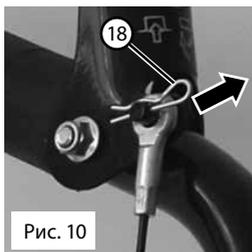

Рис. 10
- Отсоедините трос привода колес от рычага 1, вынув шплинт 18 (рис. 10).